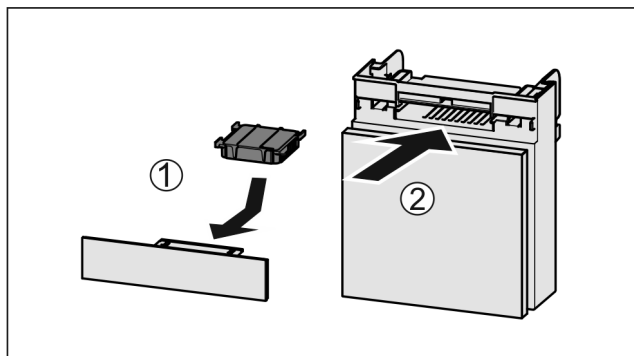

Fig. 167
- ▶ Установите фильтр с активированным углем, как показано на рисунке Fig. 167 (1).
- ▶ Вставьте отделение Fig. 167 (2).